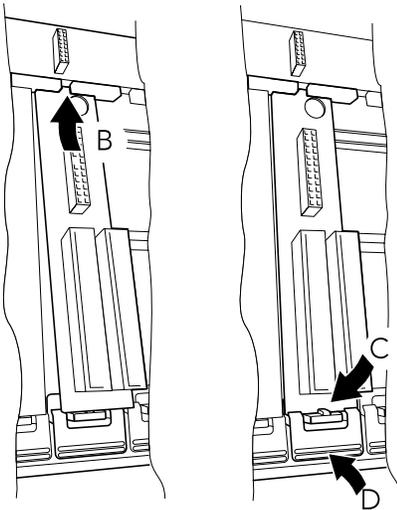

Abbildung 4 Installation/Entfernen der Klemmeneinheit
1. Fixieren Sie die Führung der Klemmeneinheit Platine auf dem Steckplatz in der Basiseinheit (Aktion „B“ in Abbildung 4).